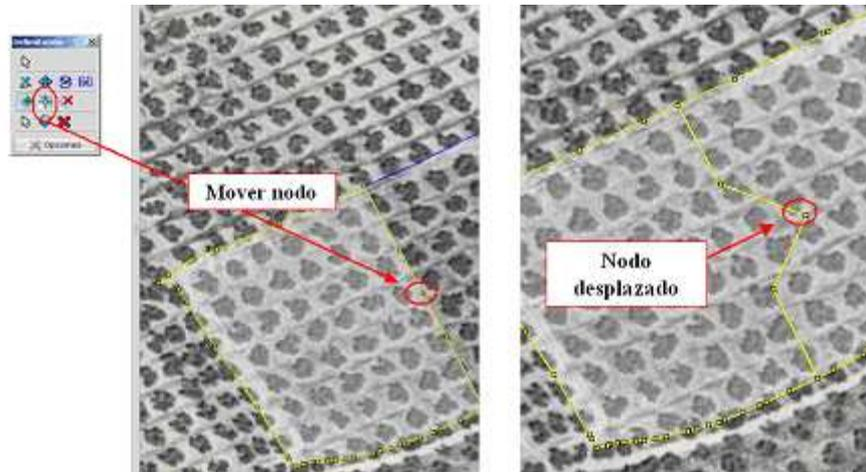

Fig. 34
**Mover nodos:** permite esta utilidad modificar los nodos de la línea divisoria de los subrecintos hasta dar la superficie deseada (Fig. 34)